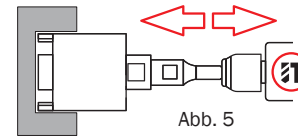

Abb. 5
9. Bohren: Bohren Sie das angebohrte Loch bis zur erforderlichen Tiefe weiter. TIPP: Führen Sie beim Bohren regelmäßig eine Vor- und Rückwärtsbewegung des Bohrers durch. Das entlüftet den Bohrer und ermöglicht einen optimalen Bohrmehltransport (Abb. 5).